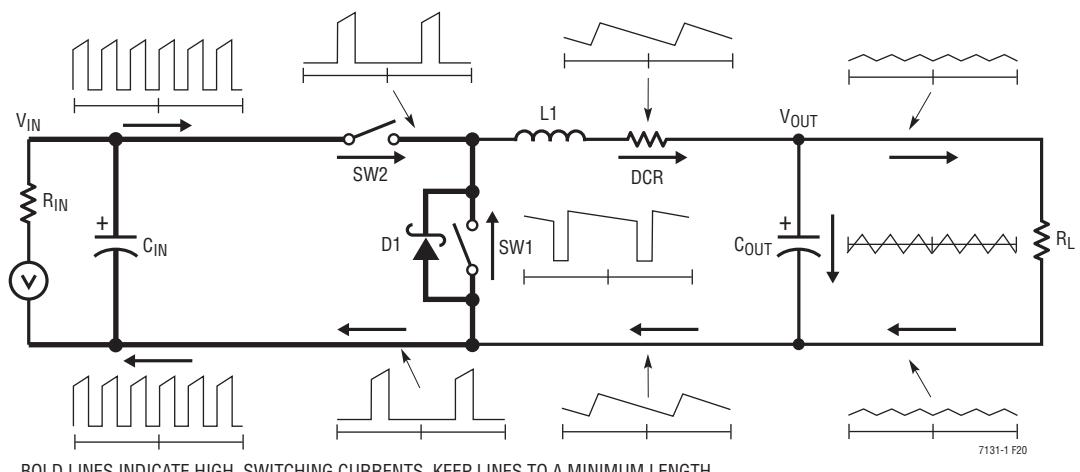

図20. 分岐電流波形
プリント回路基板をレイアウトするときは、以下のチェックリストを使用して、このデバイスが正しく動作するようにします。これらの項目は、図20のレイアウト図にも図示されています。プリント回路基板のレイアウトでは、以下の項目をチェックしてください。
- 図20に、スイッチング・レギュレータのすべての枝路電流を示します。電流波形を調べると、スイッチング電流が大きな経路の物理的サイズを小さく抑えることがなぜ重要かが明らかになります。これらのループからは、無線局が信号を送信するのと同じように強い電磁界が放射されます。出力コンデンサのグラウンドは、入力コンデンサの負